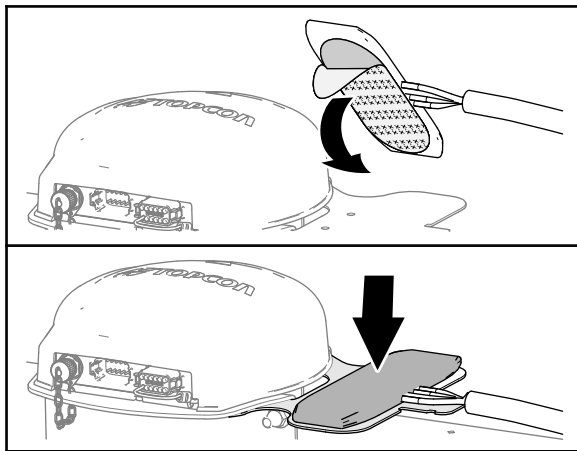

Figura 53
2. Retire el papel protector del adhesivo de doble cara de la parte inferior de la antena del módem (Figura 53).
3. Fije la antena del módem a la parte superior del soporte de la antena del módem, como se muestra en la Figura 53.